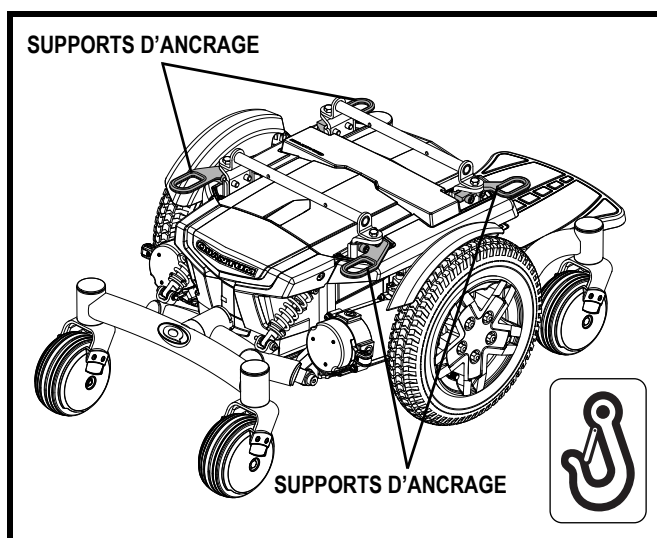

Figure 10. Support d'ancrage système transport
Si votre fauteuil motorisé est équipé d'un système d'ancrage pour le transport, celui-ci possède des supports avant et arrière pour l'ancrage et des supports pour la fixation de la ceinture de positionnement. **Voir la figure 10.** Référez-vous aux informations supplémentaires contenues dans le manuel du fauteuil motorisé pour les instructions sur l'utilisation du système d'ancrage.
- Fixez les quatre (4) courroies aux points d'ancrage désignés et identifiés par le symbole d'ancre sur le fauteuil motorisé. **Voir la figure 10.** Serrez-bien les courroies pour retirer le jeu excessif.